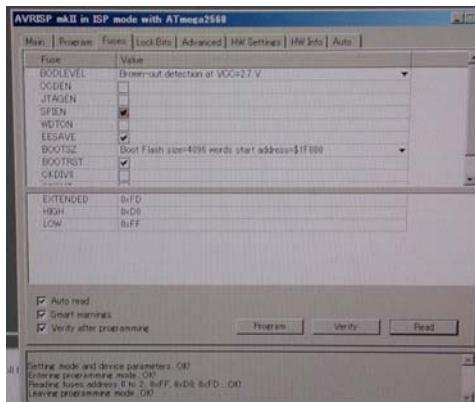
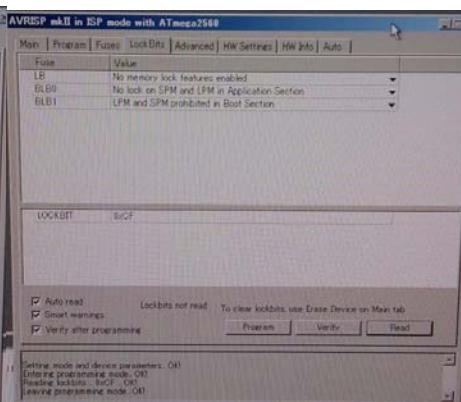

Fig. 3
Fig. 4
- 接続に成功すると fig3 および fig4 が見られるようになる。
- fig3 ヒューズビット設定、fig4 ロックビット設定をメモる(データが壊れない場合)
- 書き込みが完了した後、fig3 および fig4 のヒューズビット、ロックビットを確認